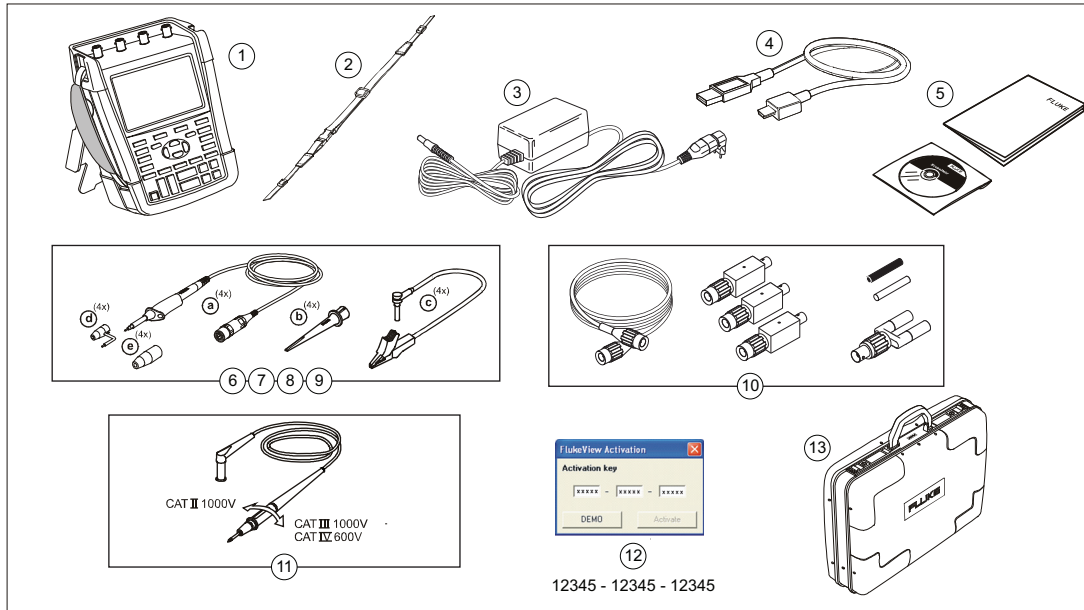

図 1. ScopeMeter テストツールキット
- アースとの電位差が 42 V ピーク、30 Vrms または DC 60 V を超える場合には、アーススプリング (図1の d) を接続しないでください。